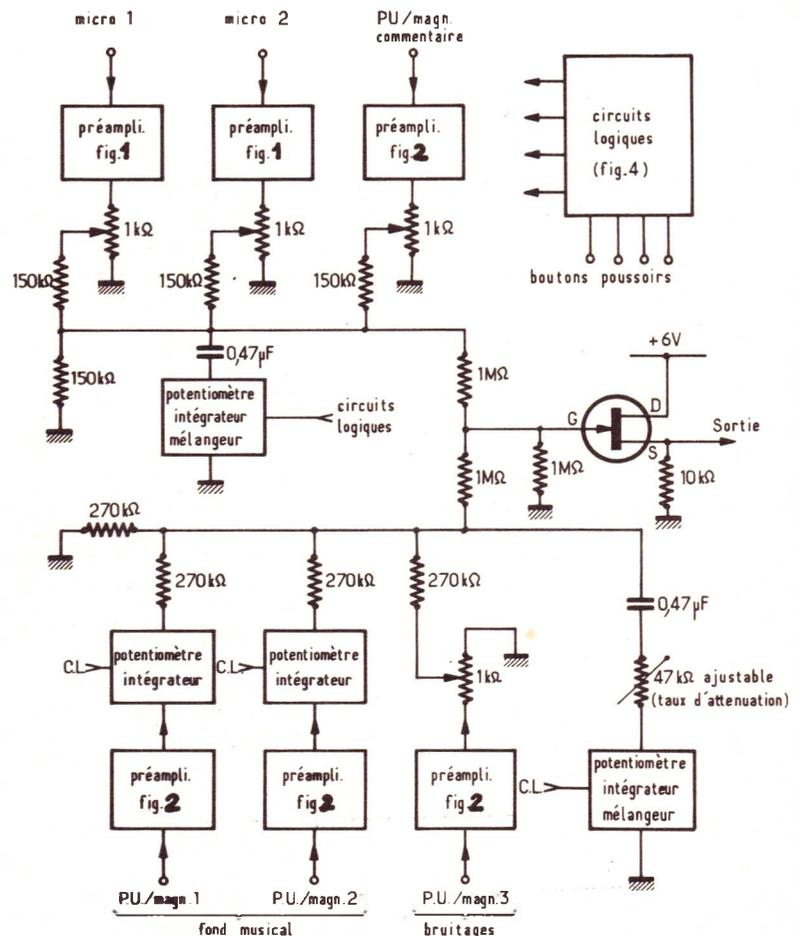

Figure 5
• **Le schéma général (figure 5)**